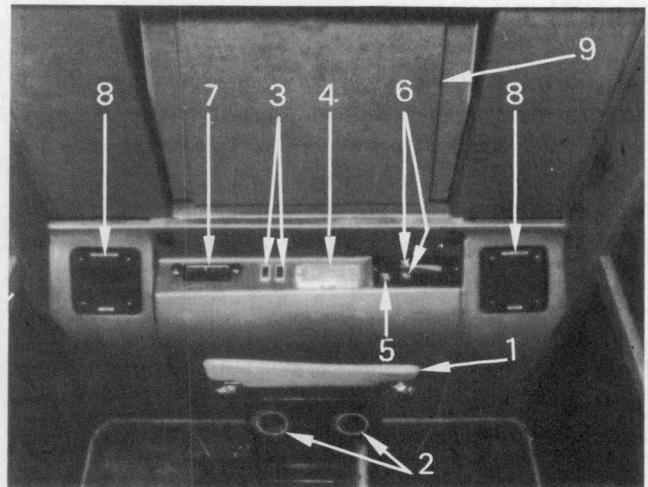

Figure 15a
La direction de l'air peut être réglée grâce aux bouches d'aération (2), fig. 15a.